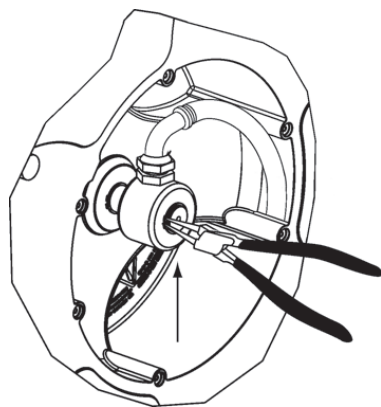

Fig. 17
3. Remove the circlip and pull the swivel. Be careful not to damage the swivel O-Ring (fig. 17).
3. Quite la arandela de seguridad y tire de la rótula hacia fuera con cuidado de no dañar la junta interior (fig. 17).
3. Enlever le circlip et tirer sur la rotule. Attention à ne pas endommager le joint torique intérieur (fig. 17).
3. Entfernen Sie den Spannring und entnehmen Sie das Drehgelenk. Vorsicht, beschädigen Sie nicht den O-Ring des Drehgelenks (Fig. 17).